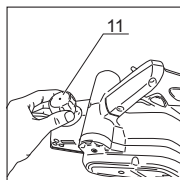

Рис. 9
6.4.1. Установка глубины строгания (рис. 9)